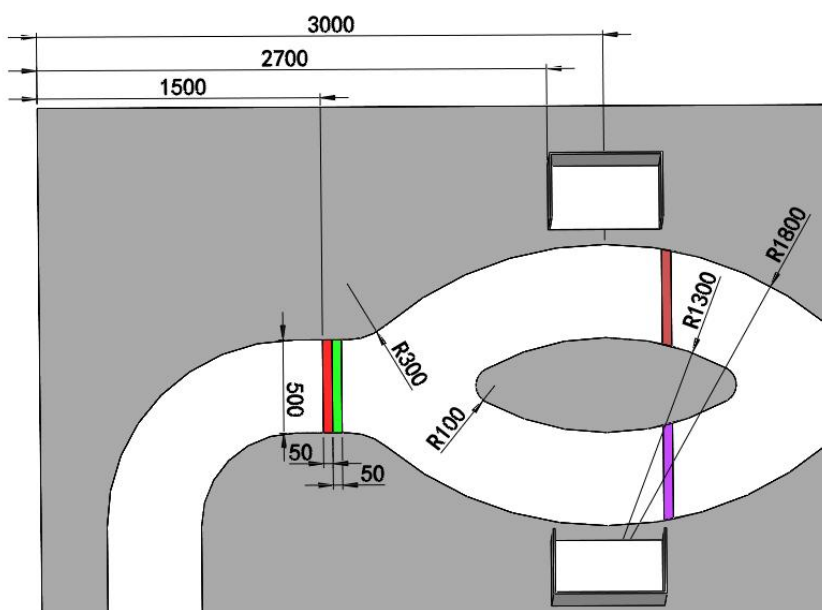

图 7 分岔路标识示意图（单位：mm）
2.分岔路：如图 7 所示，距离比赛场地边沿 1500mm 处印有  $500 \times 100$ mm 的红绿色带，红色和绿色色带宽度均为 50mm。